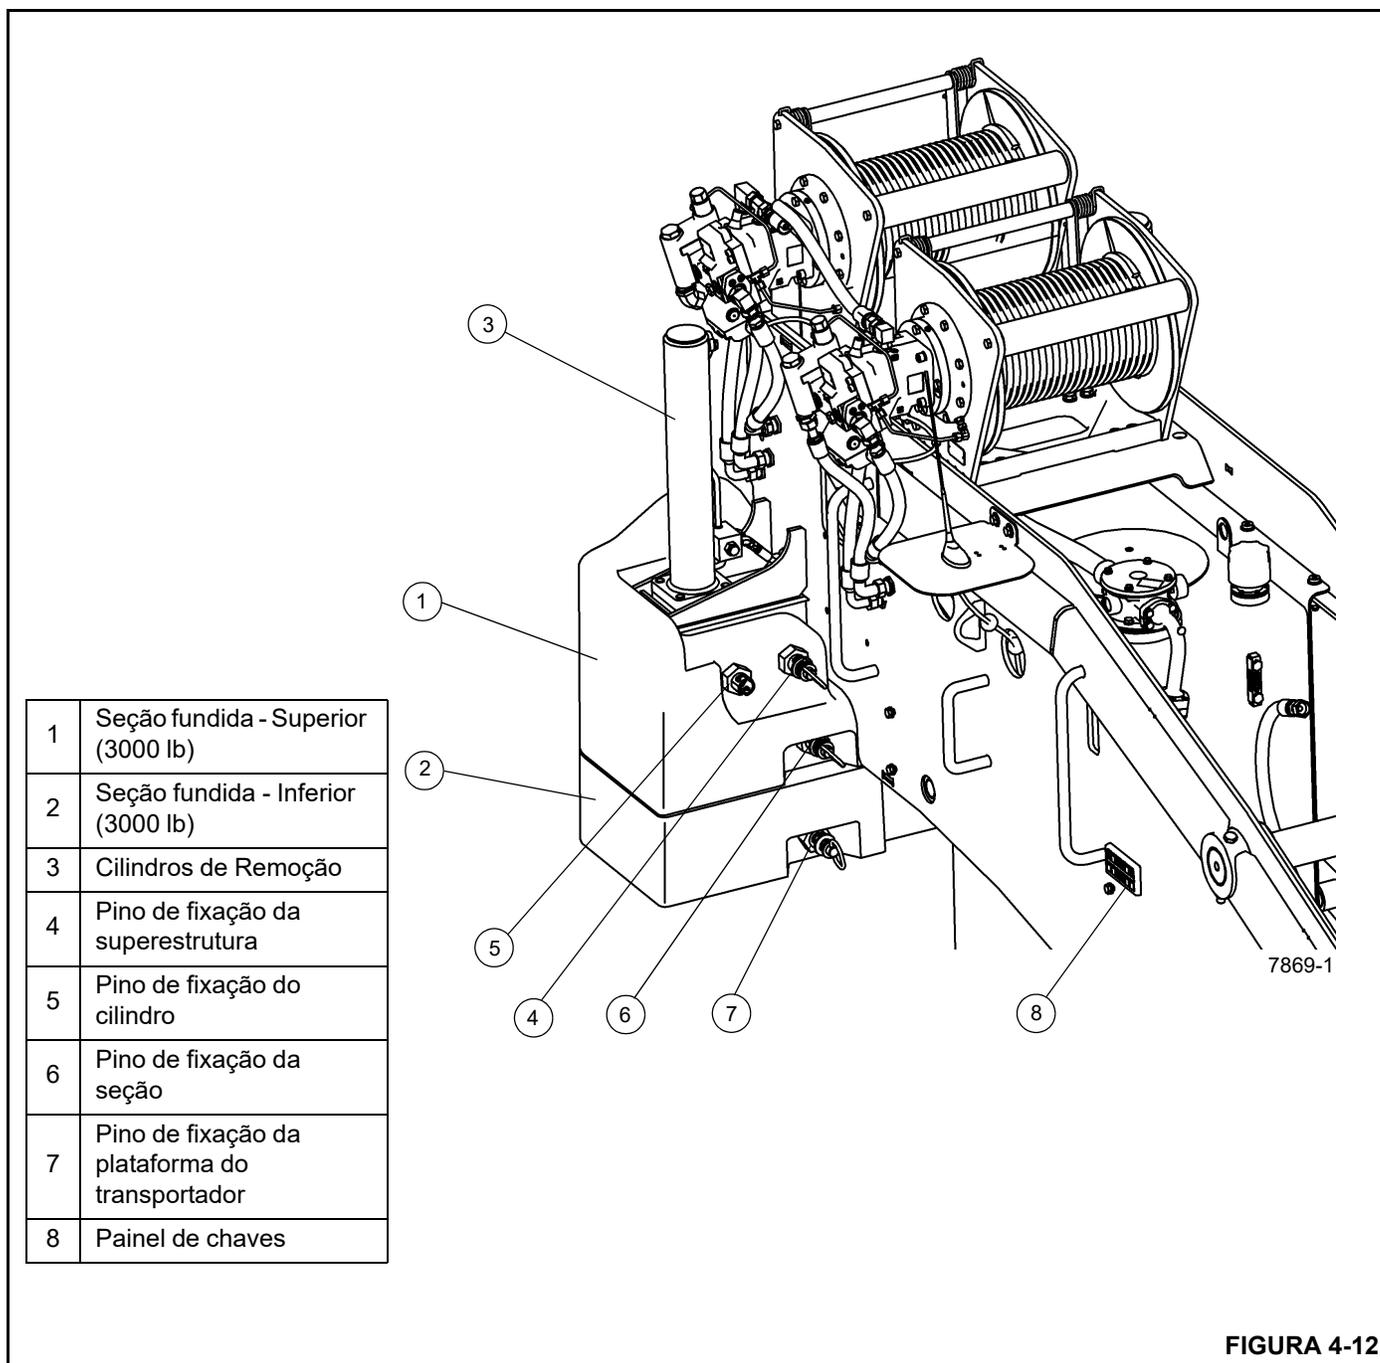

FIGURA 4-12
Consulte a Figura 4-12 para ver uma ilustração dos componentes que constituem o contrapeso removível.
5. Retraia os pinos esquerdo e direito (5, Figura 4-12) da parte superior do contrapeso removível.
6. Remova os pinos esquerdo e direito (4, Figura 4-12) da parte superior do contrapeso removível.
7. Remova os pinos esquerdo e direito (7, Figura 4-12) que prendem o contrapeso à plataforma do transportador.
Se o guindaste estiver equipado com seções superior e inferior do contrapeso (1, 2, Figura 4-12) e somente a seção superior tiver que ser carregada, remova somente os pinos esquerdo e direito (6, Figura 4-12) que prendem a seção superior na seção inferior; não remova os pinos (7, Figura 4-12) que prendem a parte o contrapeso inferior à plataforma do transportador.
- 9. Prenda o contrapeso removível nos cilindros usando os pinos (5, Figura 4-12).
- 11. Prenda o contrapeso removível nos lados esquerdo e direito da superestrutura usando os pinos (4, Figura 4-12).
6. Remova os pinos (4, Figura 4-12) que prendem o contrapeso removível à superestrutura.
8. Prenda o contrapeso na plataforma do transportador com pinos (7, Figura 4-12).
Se a superestrutura do guindaste estiver carregada somente com a seção superior do contrapeso e a seção inferior estiver armazenada na plataforma do transportador, prenda a seção superior na seção inferior com pinos (6, Figura 4-12).
9. Remova os pinos (5, Figura 4-12) que prendem o contrapeso removível nos cilindros.